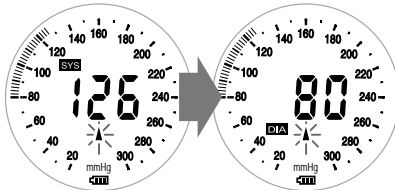

Рис. 15
9. Для отображения результата измерения откройте клапан сброса давления и выпустите оставшийся воздух из манжеты. Клапан откроется автоматически, если давление в манжете опустилось ниже отмеченного диастолического на 20 мм.рт. ст. На цифровом дисплее систолическое и диастолическое давление будет высвечиваться поочередно, а на «круговой» шкале результат отобразится в виде интервала (рис.15).